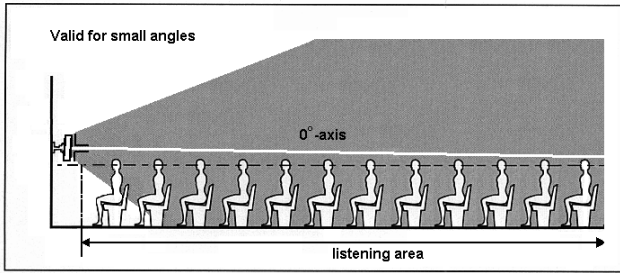
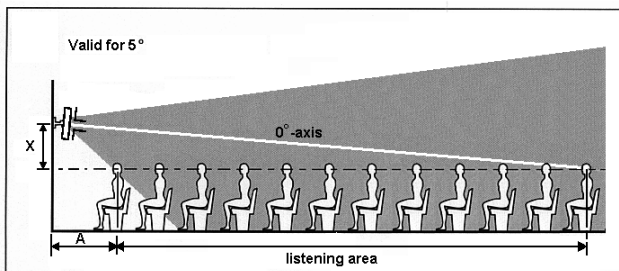

Figure 1 Vue latérale des émissions sonores des haut-parleurs montage mural avec angle faible
Figure 2 Vue latérale des émissions sonores des haut-parleurs montage mural avec angle de 5 degrés
1. Déterminez les dimensions de la « zone d'écoute » souhaitée (plan horizontal au niveau des oreilles des auditeurs - voir la ligne en pointillés de la figure 1).
Si vous souhaitez une large zone d'écoute, il est recommandé de choisir un angle d'environ 3 degrés (voir figure 1). Notez que lorsque vous vous éloignez des haut-parleurs, le niveau de pression acoustique baisse, et ce en fonction de la réverbération de la pièce. Pour entendre clairement les sons aigus, l'auditeur doit voir l'ensemble des haut-parleurs.
Pour limiter au maximum la variation du niveau de pression acoustique, il est recommandé de choisir un angle de 5 degrés. Notez que cette technique réduit la taille de la zone d'écoute totale par rapport à la première technique et que l'espace le plus proche des haut-parleurs (« A » dans la figure 2) ne fait pas partie de la zone d'écoute. Le schéma 1 illustre le rapport entre la zone « A » et la hauteur de montage des haut-parleurs lorsque vous installez ces derniers à un angle de 5 degrés.
2. Mesurez la distance maximale entre les haut-parleurs et l'auditeur le plus éloigné de la zone d'écoute (correspondant à « B » dans les figures 1, 2 et 3).
3. Reportez-vous au schéma 1 et tracez une ligne verticale à partir de la distance maximale indiquée sur l'axe horizontal. À l'intersection de cette ligne avec la diagonale B, reportez-vous horizontalement sur l'axe vertical. La valeur X (hauteur du support de montage des haut-parleurs au-dessus du plan d'écoute représentée par « X » dans la figure 1) se trouve sur cet axe. Les intersections des lignes horizontales avec les autres diagonales indiquent les dimensions de la zone d'écoute. Ces chiffres correspondent aux figures 2 et 3 (voir également l'exemple ci-dessous).
4. La figure 2 indique la forme de l'octave d'1 kHz émise par les haut-parleurs et la figure 3 montre l'émission de la forme de l'octave de 4 kHz. La zone d'écoute offrant des performances acoustiques optimales se situe entre ces formes. Vérifiez que la forme de 4 kHz, qui tire ses dimensions du schéma 1, couvre de manière appropriée la zone d'écoute souhaitée.